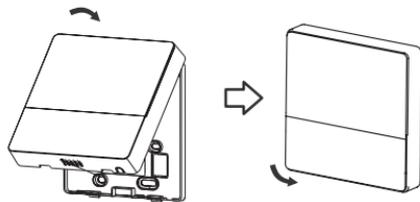

Figure 3-13
- Après avoir réglé l'étui supérieur, bouclez ce dernier ; évitez de serrer le câblage pendant l'installation. (Figure 3-13)